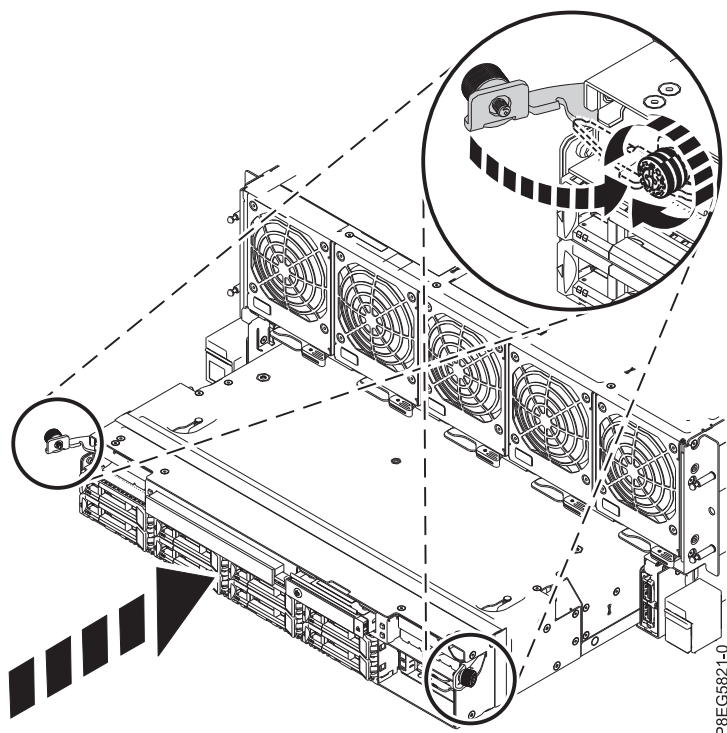

図 14. システム・シャーシ前面でのディスク・ドライブ・バックプレーンの再取り付け
3. 図 14 に示すように、ラッチを中に押し込み、つまみねじを締めます。